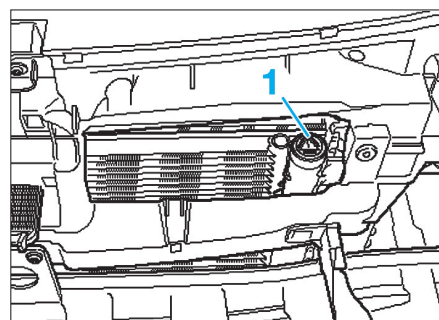

FIG. 12
- Déposer le bouchon de protection (1) (Fig.12).